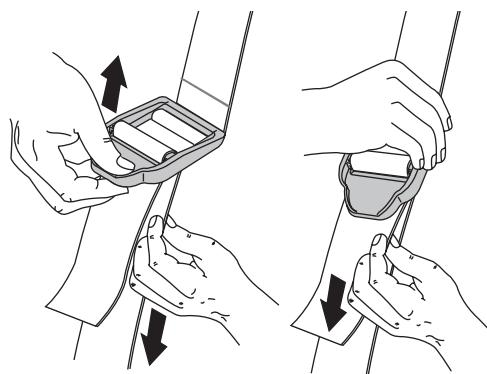

Fig. 8
- Réglez la longueur en fonction de la taille de l'opérateur. Tirez la languette pour rallonger, ou tirez la bande pour raccourcir (Fig. 8).
REMARQUE : Il est inutile de mettre l'appareil en marche. La commande On/Off est sur la position ON (I) en permanence (Fig. 8).
- 5. Se placer en position de démarrage (Fig. 14). Mettre le levier de la manette des gaz en position Rapide (↗) (Fig. 8) et tirer sur le cordon du démarreur d'un coup sec cinq fois de suite.